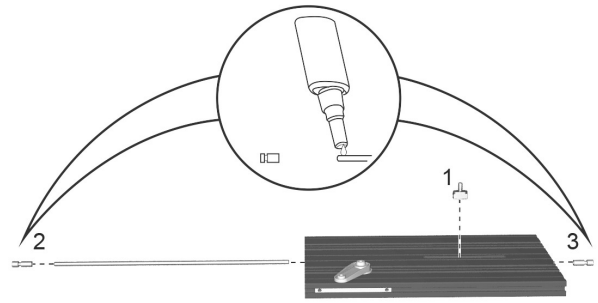

Abbildung 166. Schraubensicherung anbringen.
1. Gewindestange in das Rückenlehnenprofil schieben und gleichzeitig den Mitnehmer (1) aufschrauben. Siehe Abbildung. 166.
2. Schraubensicherung (Loctite 2701) auf die Enden der Gewindestange auftragen die beiden Endstücke (2 und 3) auf die Gewindestange montieren. Siehe Abbildung. 166.